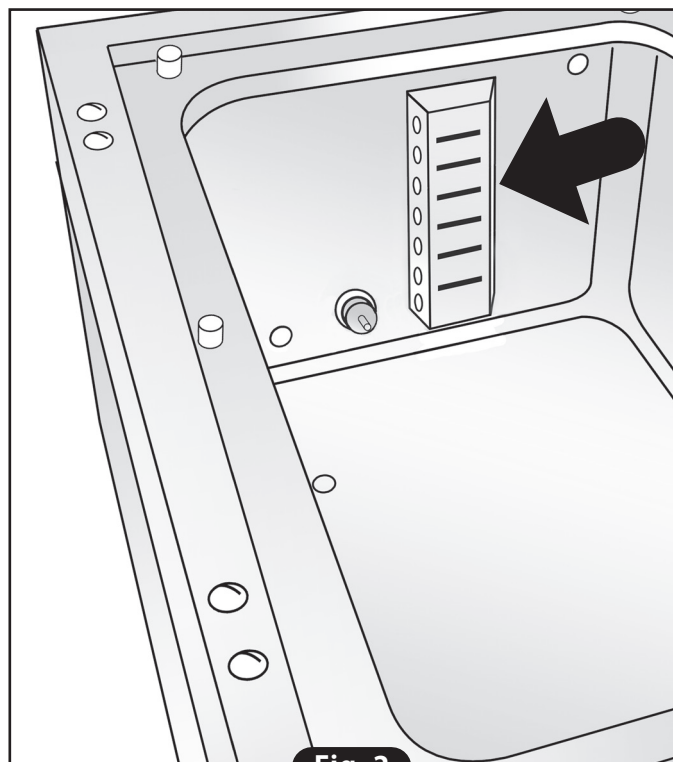

Fig. 2
- Indicateur de niveau version Top (**Fig. 2**).